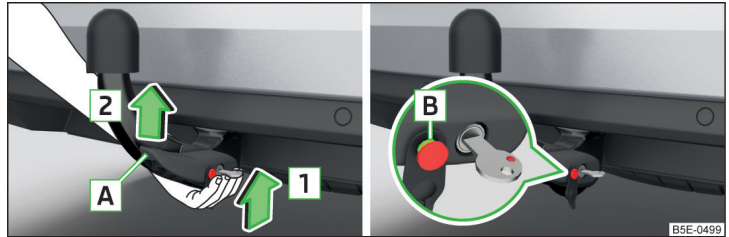

Abb. 304 **Kugelstange einsetzen / Auslösebolzen in ausgefahrenem Zustand**
- › Die Kugelstange **von unten** » Abb. 304 fassen und in den Aufnahmeschacht in Pfeilrichtung **1** bis zum hörbaren Einrasten einsetzen » **I**.